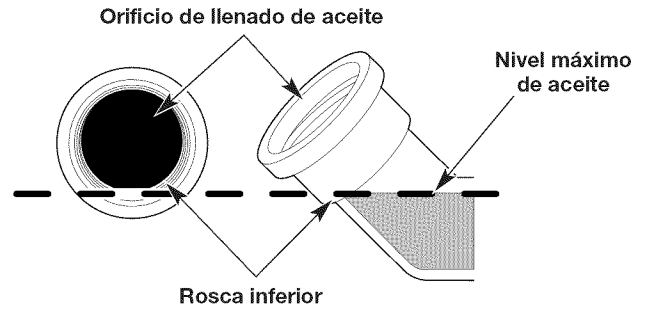

Fig. 16
5. Inspeccione el orificio de llenado de aceite, use una linterna si es necesario. **El nivel de aceite debe tocar justamente la rosca inferior del tapón de llenado de aceite** (Fig. 16). Si el nivel de aceite está muy bajo, añada aceite al orificio de llenado hasta que el aceite toque la rosca inferior del orificio.